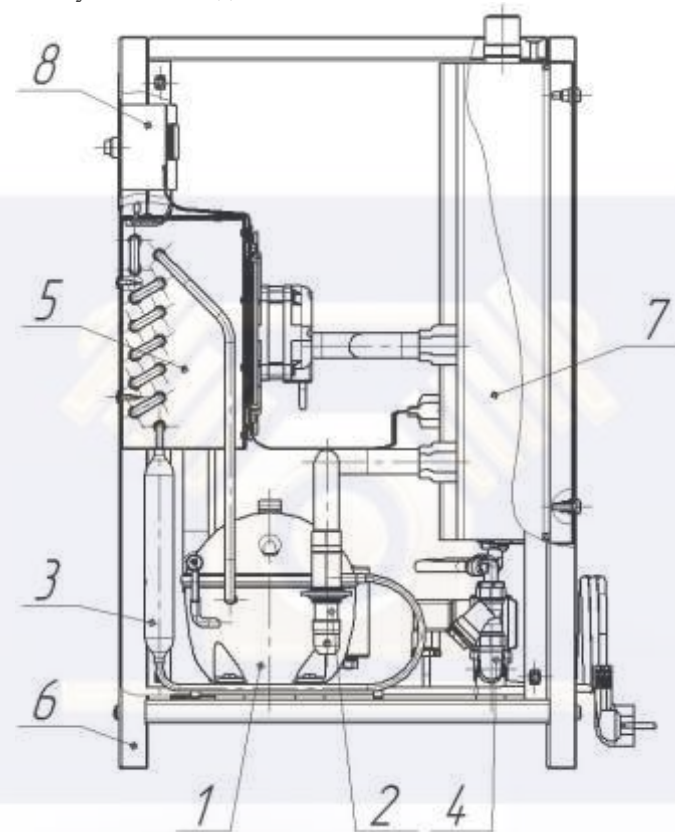
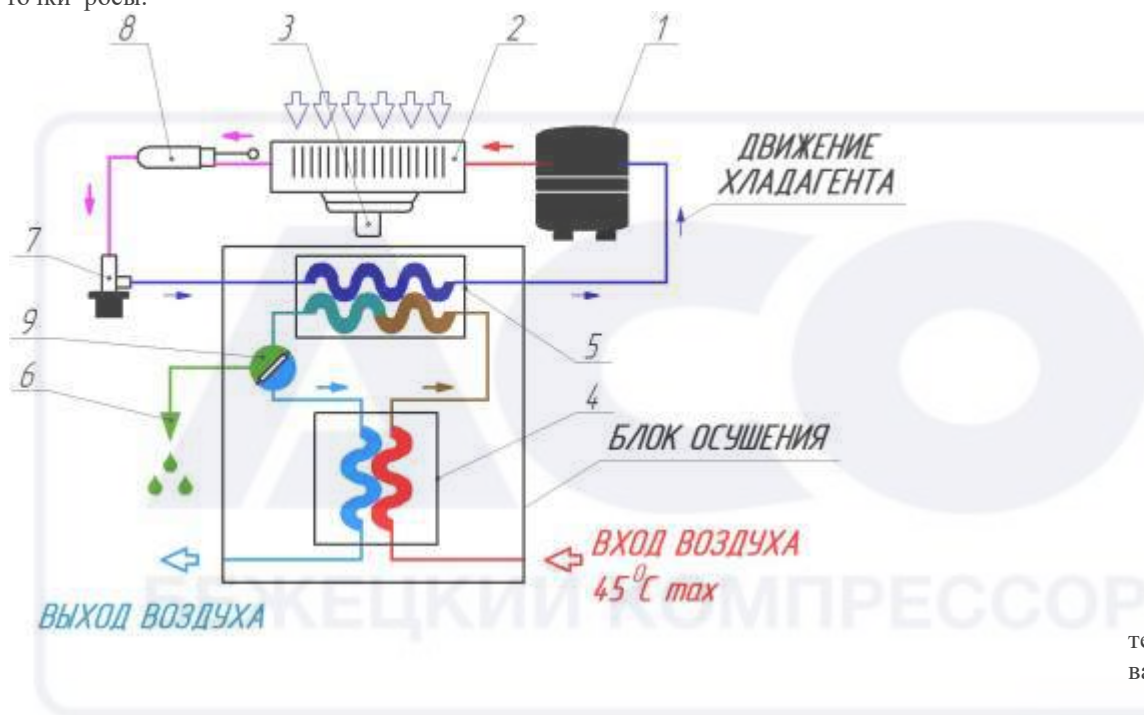

Рисунок 2 Основные узлы осушителя
Рисунок 3 Охлаждающий контур
4.2 Осушитель представляет собой конструкцию алюминиевого теплообменника, размещенного в блоке осушения 7 (рис.2). Поступающий сжатый воздух, охлаждается до температуры точки росы в две стадии. На первой стадии в контуре теплообменника «Воздух-воздух» 4 (рис.3) охлаждает горячий воздух. На второй стадии в контуре теплообменника «Воздух-фреон» 5 (рис. 3) понижает температуру сжатого воздуха до заранее заданной температуры точки росы.
На этой второй стадии, благодаря пониженной температуре, пары воды конденсируются и в последствии отделяются из воздуха. Полученный конденсат скапливается в сепараторе 9 (рис.3) и удаляется при помощи блока слива конденсата 6 (рис.3).
4.3 Компрессор 1 (рис. 2) обеспечивает циркуляцию хладагента по фреоновому контуру осушителя.
4.4 Конденсатор 2 (рис. 3) в сборе с вентилятором 3 (рис. 3) представляют собой теплообменник, в котором за счет охлаждения сжатого газообразного фреона происходит конденсация его паров.
4.5 Регулятор производительности 2 (рис. 2) предназначен для регулировки подачи хладагента для обеспечения требуемой температуры точки росы.